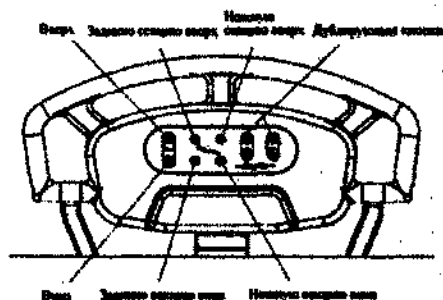

Рисунок 9
1. Функции панели управления (Рисунок 9)